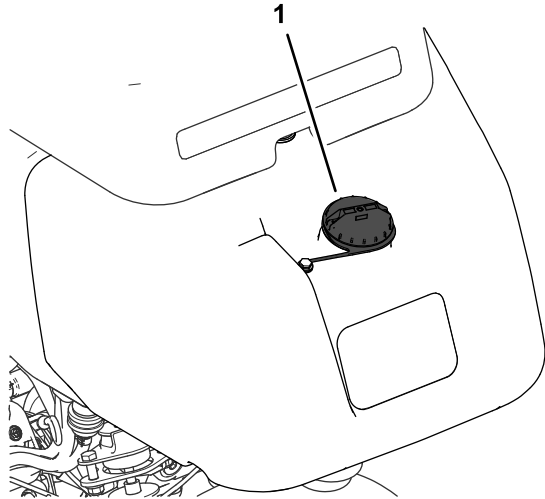

Figura 27
1. Pulite attorno al tappo del serbatoio del carburante e rimuovetelo (Figura 27).